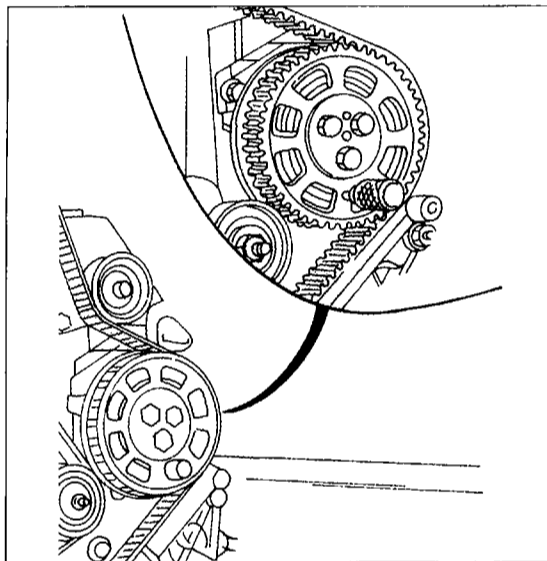
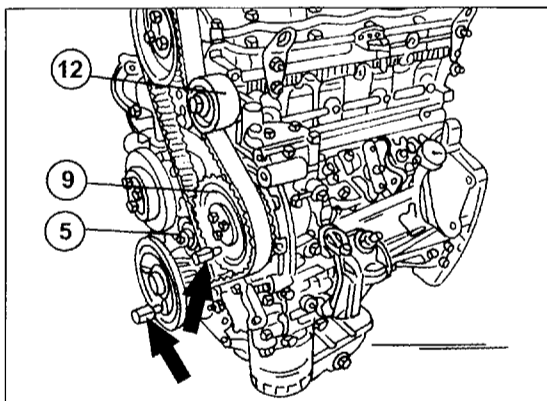
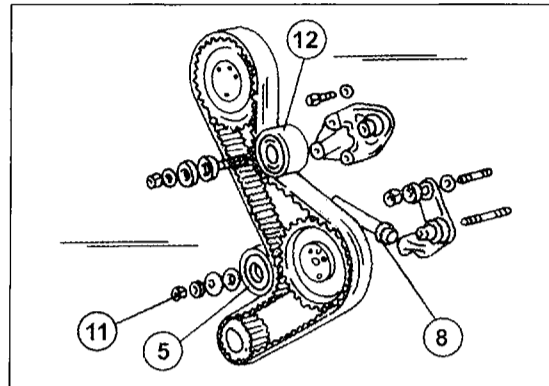
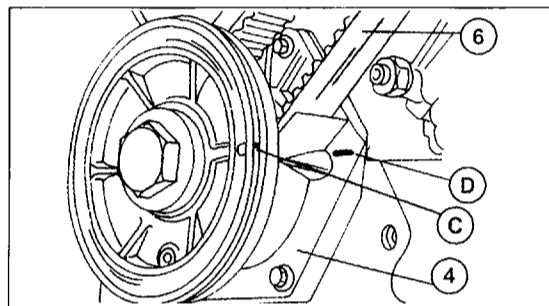

Bild 116
Bild 117
Bild 119
Bild 120
- Bei einem Motor mit Einspritzpumpe das Antriebsrad der Pumpe an der in Bild 116 gezeigten Stelle einschieben.
- Den Zahnriemen vorsichtig abheben, falls er wieder eingebaut werden soll. In diesem Fall auch die Laufrichtung mit einem Farbleck an der Außenseite kennzeichnen. Die Hände müssen frei von Fett oder Öl sein. Einen verschmutzten Zahnriemen erneuern. Unbedingt darauf achten, dass sich das Antriebsrad der Einspritzpumpe (falls eingebaut) nicht verdrehen kann. Ein passender Dorn ist an der in Bild 116 gezeigten Stelle in das Antriebsrad eingeschoben. Ebenfalls wird die Kurbelwelle mit einem Dorn arretiert. In Bild 117 kann man sehen, wo die Dorne
- Die Stellung des Antriebsrads der Einspritzpumpe kontrollieren, falls der Motor eine solche hat. Falls der Motor nicht mehr in der OT-Stellung steht, die beiden in Bild 117 gezeigten Arretierbolzen einsetzen, d. h. einen in die provisorisch aufgesteckte Kurbelwellenriemenscheibe und den zweiten in das Antriebsrad der Pumpe. Die Kurbelwellenriemenscheibe langsam verdrehen, bis die Kennzeichnung „C“ in Bild 119 und das Zeichen „D“ am vorderen Dichtflansch in einer Flucht liegen. Der Arretierbolzen kann jetzt eingeschoben werden.
Hinweis: Kontrollieren, dass das Steuerzeichen „b“ im Kurbelwellenrad (1) senkrecht an der Unterseite steht und mit der Marke „a“ fluchtet, wenn der Motor wie oben beschrieben durchgedreht wurde (Bild 120).
- Die Spannrolle (12) montieren, die Scheiben auflegen und die Mutter anziehen.
- Die Mutter (11) der Spannrolle (5) lockern und die Rolle nach innen kommen lassen, so dass die Rolle den Zahnriemen nach innen drücken kann. In dieser Stellung die Mutter (11) anziehen.
- Ausfluchtung der Steuerzeichen kontrollieren, d. h. die beiden Zeichen am Nockenwellenrad und am Kurbelwellenrad müssen fluchten (Bilder 112 und 120) oder die beiden Arretierbolzen bei einem Motor mit Einspritzpumpe müssen sich einsetzen lassen (Bild 117). Falls dies nicht der Fall ist, den Riemen wieder abmontieren und den Motor erneut auf die richtige Stellung bringen.
- Mutter (11) erneut lockern, damit die Spannrolle den Zahnriemen nochmals nachsetzen kann. Die Mutter (11) jetzt mit 40 Nm anziehen.